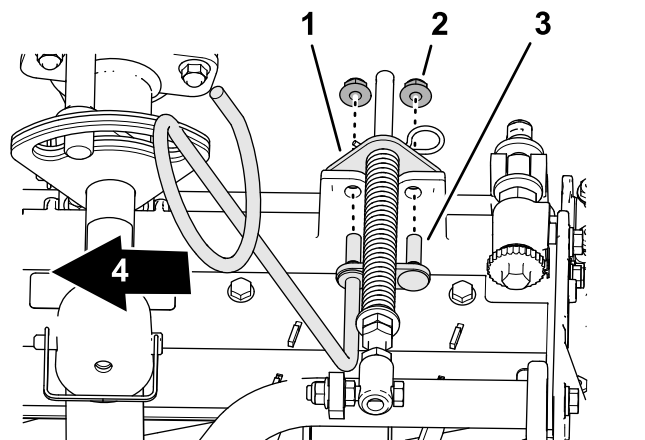

Figura 11
5. Alinee los espárragos de la guía de mangueras izquierda con los orificios del bastidor de la unidad de corte y del soporte del muelle de compensación (Figura 11).